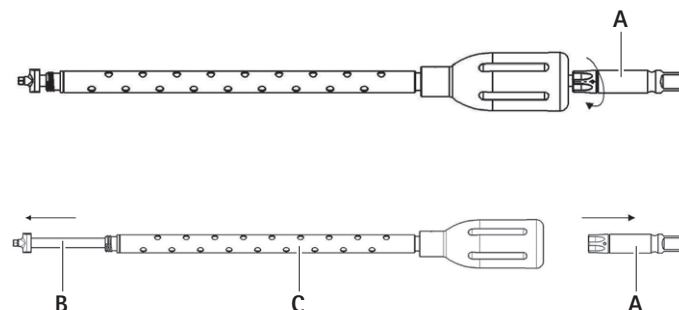

Fig. 12 Desmontaje del destornillador roscado
6.5 Destornillador roscado S⁴ Cervical TH (12)
- Deslice el eje del destornillador B a través de la unidad mango-manguito C, ver Fig. 12.